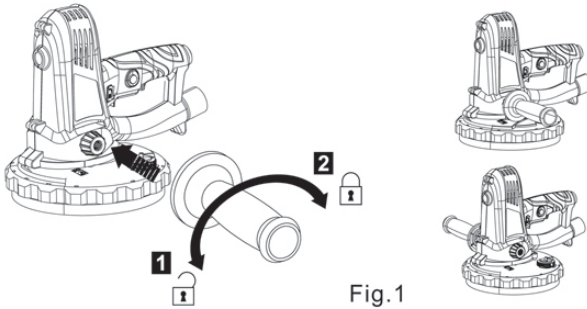

Fig.1
1. Enrosque a pega auxiliar (9) para a direita num dos orifícios de montagem (9a) (Fig. 1)
2. Comprove que a pega auxiliar (9) está fixa firmemente.